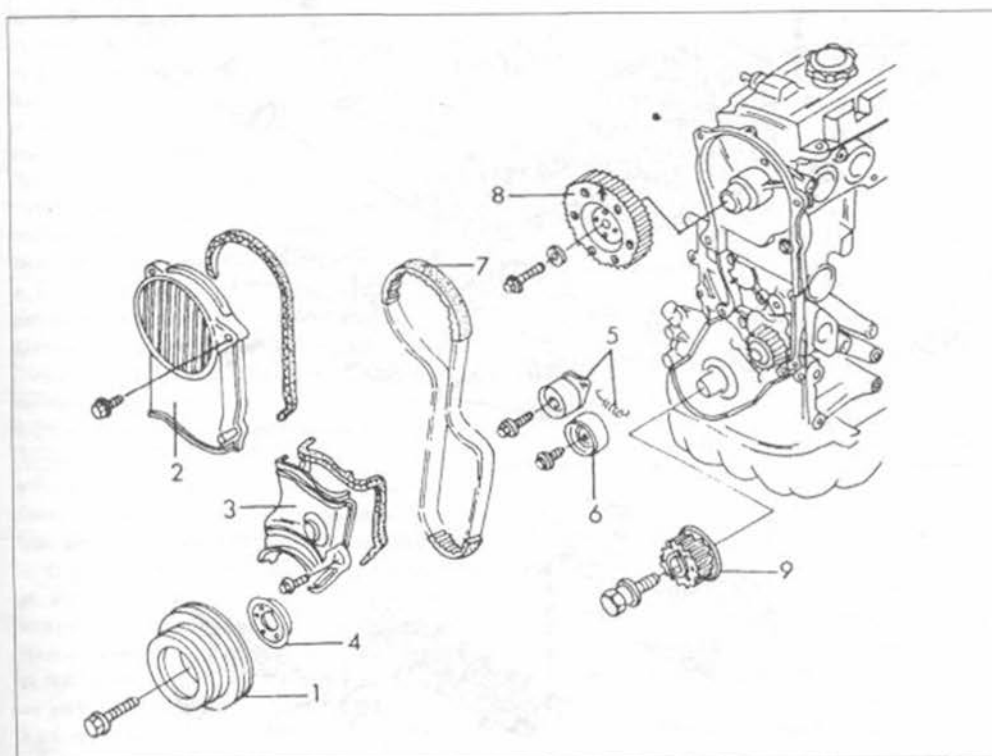

Рис. 22.
- Отвинтить все не названные детали с наружной стороны двигателя. После этого снимается распределительный механизм. Состояние ремня механизма нужно перед снятием проверить, чтобы установить, можно ли его применять вновь. В случае, если имеется прослабление ремня, его нужно поменять в направлении движения. На рис. 22 показаны отдельные детали распределительного механизма. Пользуясь этим рисунком: